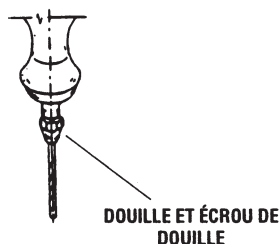

Fig. 3
4. Monter le foret que vous voulez utiliser dans la douille et le serrer. La queue du foret doit pénétrer d'au moins 1/2 po dans la douille. (Voir Fig. 3)